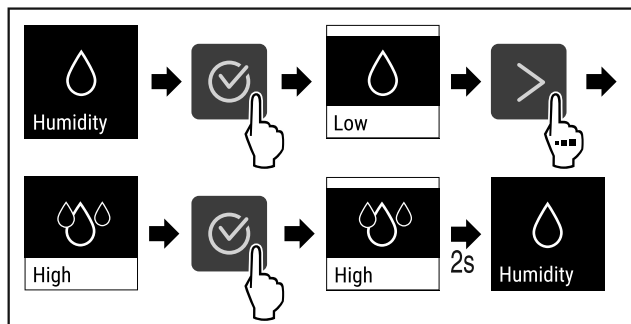

Fig. 74
- ▶ Wykonać czynności (patrz Fig. 74).